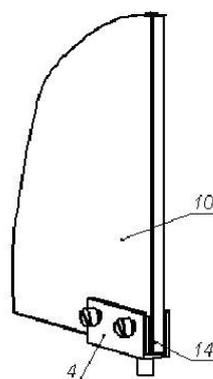

Рис.2
4.6. После этого установить стеклянную дверь (см. рис.2), закрепив её на петлях (4), с помощью винтов М4х4 и прокладок металлических (14) (40х15) мм, входящих в комплект поставки. При установке дверей необходимо обеспечить равномерный зазор между стеклом и стенками корпуса.